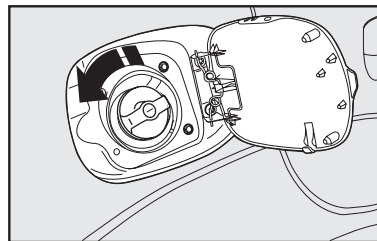

fig. 114
- Gire la llave en sentido antihorario y gire la tapa en el mismo sentido, hasta que esta se libere **fig. 114**.